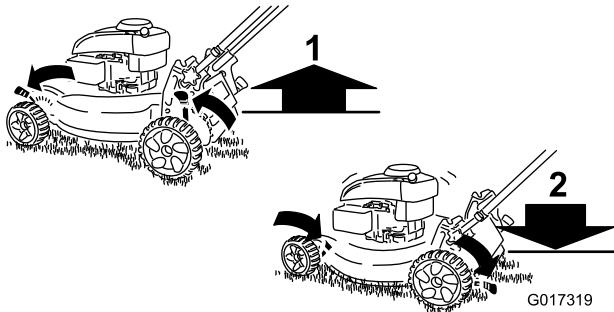

Figure 10
**Remarque:** Pour éléver la machine, déplacez tous les leviers de réglage de hauteur de coupe en arrière. Pour abaisser la machine, déplacez tous les leviers de réglage de hauteur de coupe en avant (Figure 10).